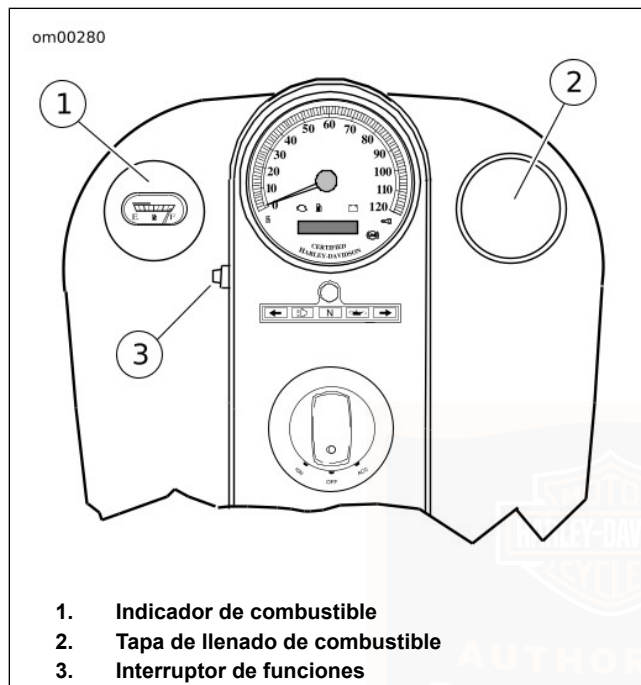

Figura 17. Tanque de combustible: FLHR/FLHRC
- *Vea Figura 17. La tapa de llenado de combustible de los modelos FLHR/FLHRC está en el lado derecho del tanque de combustible. La tapa en el lado izquierdo es el indicador de combustible y no se puede quitar.*